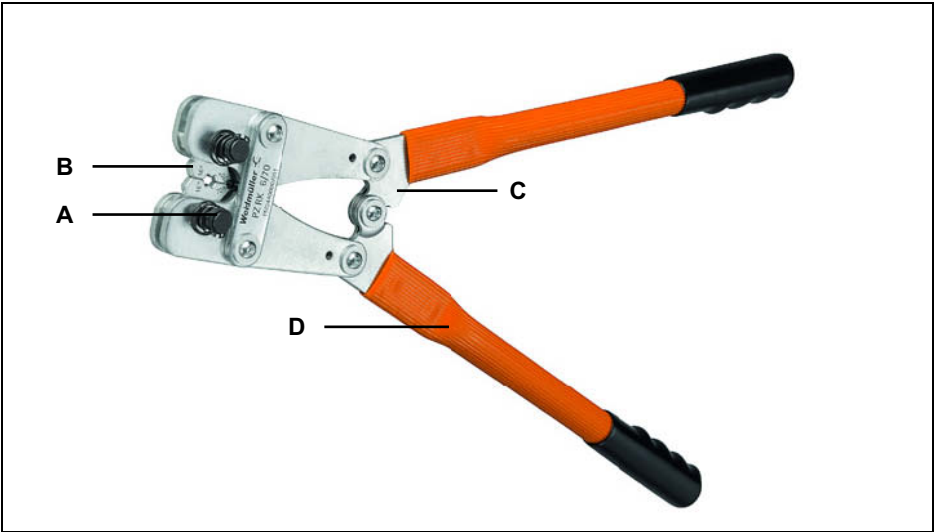

Abbildung 1 Komponenten
- 4 Nun die Holme zusammendrücken, bis die Kniehebel des Werkzeuges (siehe Abbildung 1 auf Seite 10) ganz zusammenliegen.